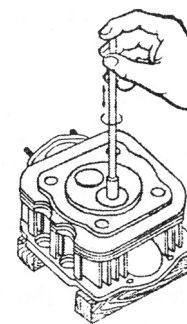

fig. 8
3.3. Coloque no assento da válvula um pouco de pasta para retificar e com um ferramenta de retífica (fig. 8), realize movimentos giratórios movendo para lá e para cá e batendo no assento até que a válvula fique assentada e sem folga.